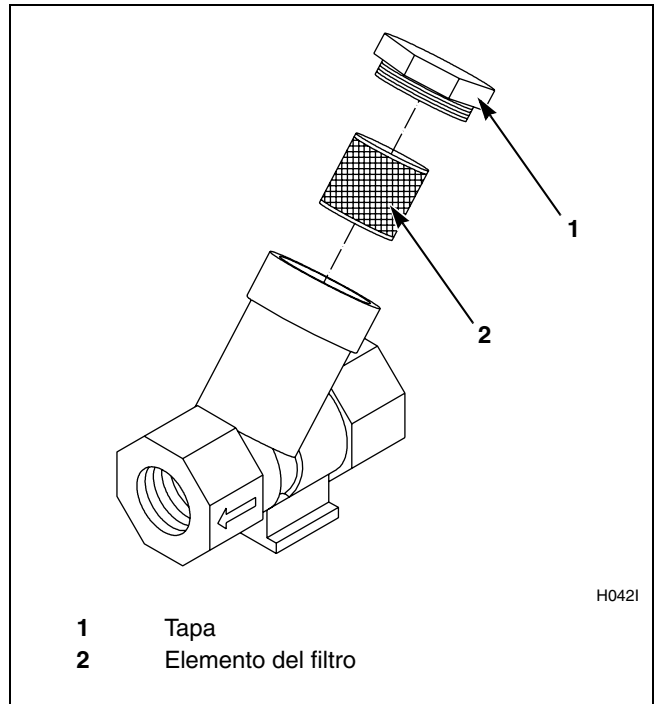

Figura 12
5. Limpie el filtro de vapor suministrado, en los casos en que corresponda. Consulte la *Figura 12*.